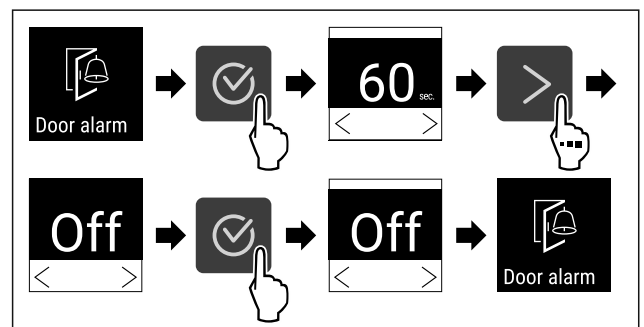

Fig. 89
- ▶ Udfør handlingstrinene (se Fig. 89) .